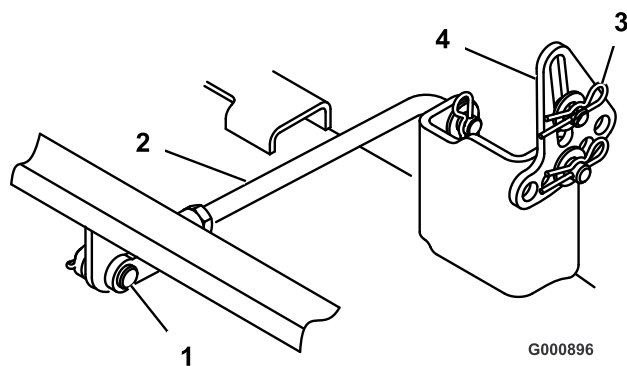

Figure 47
6. Retirez la goupille fendue et l'axe de chape de la tige du tourillon arrière (Figure 47) de chaque côté du plateau de coupe.
7. Retirez la goupille fendue et la rondelle des pattes de mise à niveau (Figure 47) de chaque côté du plateau de coupe. Notez le trou de montage de la patte de mise à niveau en prévision de la repose. Dégagez les pattes de l'axe de montage.
- Fixez le tourillon arrière à la machine à l'aide de l'axe de chape et de la goupille fendue (Figure 47) de chaque côté du plateau de coupe.
- Glissez les pattes de mise à niveau sur les axes de montage et fixez-les à l'aide des rondelles et des goupilles fendues (Figure 47).